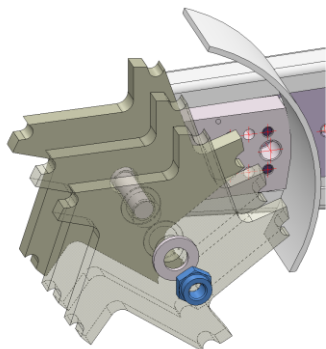
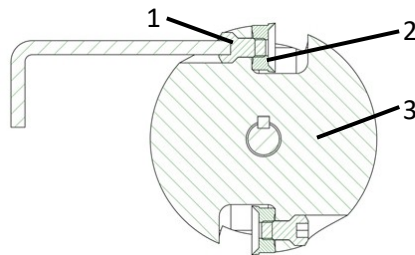

Fig. 16: Cambio dei coltelli sulla fresatrice scanalatrice
Fig. 20: Cambio dei coltelli
- > Allentare le viti dei coltelli (1 - Fig.20) sulla testa della fresa (3 - Fig.16) con una chiave a brugola da.
- > Cambiare i coltelli circolari (2 - Fig.20) o girare i coltelli circolari di 180°.